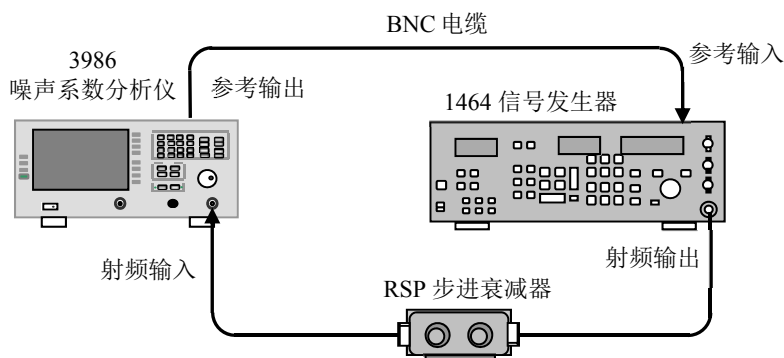

图 8.4 噪声系数测量范围和测量不确定度测试框图
**步骤 1.** 如图 8.4 所示连接测试设备, 开机预热 30min。